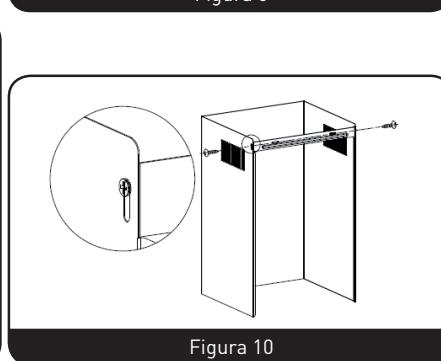

Figura 10
8. Utilizando 2 tornillos ST4 x 8 mm, fije el soporte de chimenea superior a la chimenea decorativa superior. (Figura 10)